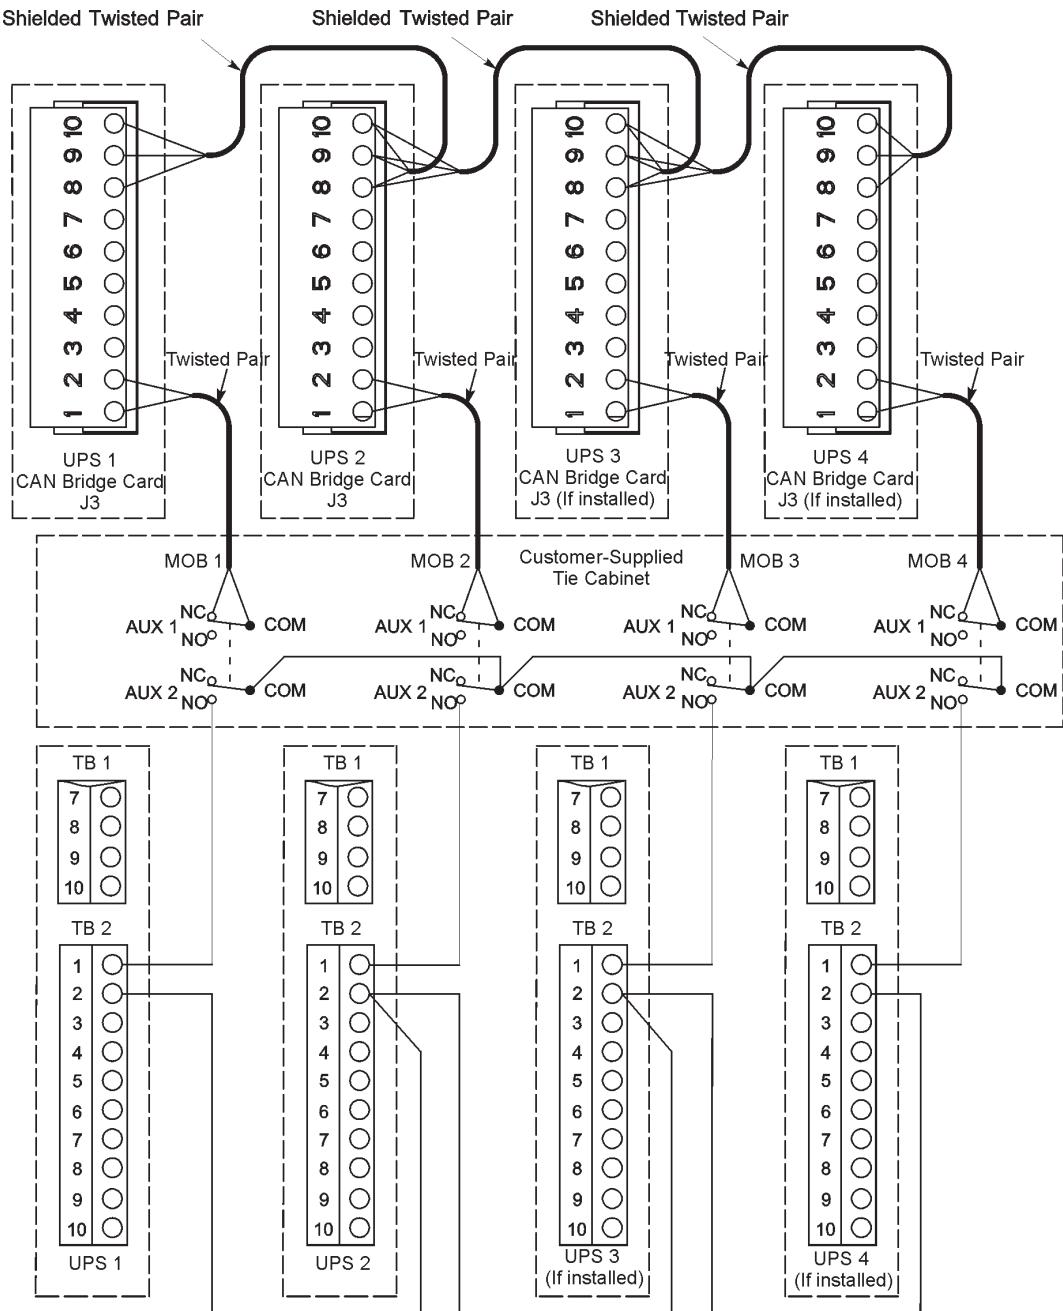

Рис. 5-6. Проводка Pull-Chain систем с распределенным байпасом с МОВ
11. Проведите и установите проводку системы с распределенным байпасом между шкафами ИБП и выключателями МОВ, расположенными в соединительном шкафу. Для получения информации о подключении проводки см. Рис. 5-6 на стр. 79 и Табл. 5-4 на стр. 80.